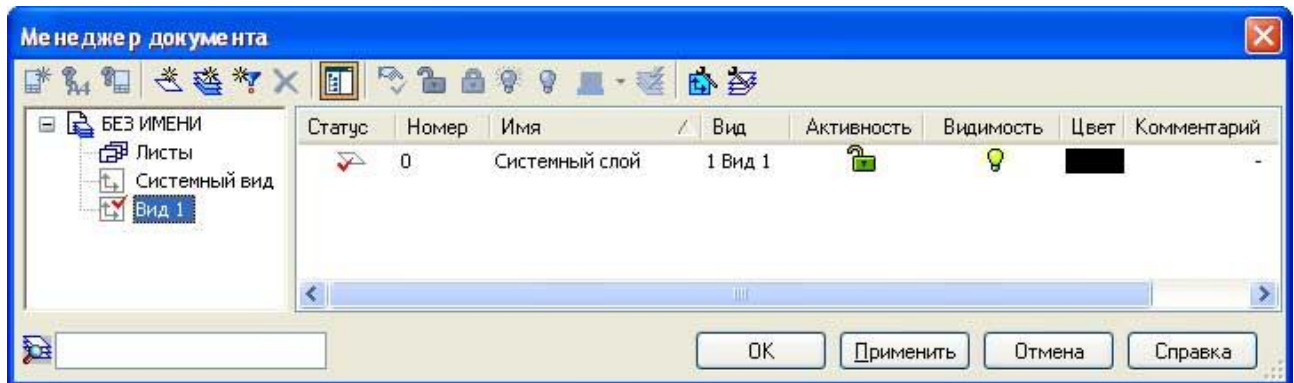

Рис. 1.5. Менеджер документа
- у вікні «менеджер документа» (рис.1.5), задати властивості системного шару згідно з табл. 1.1.;